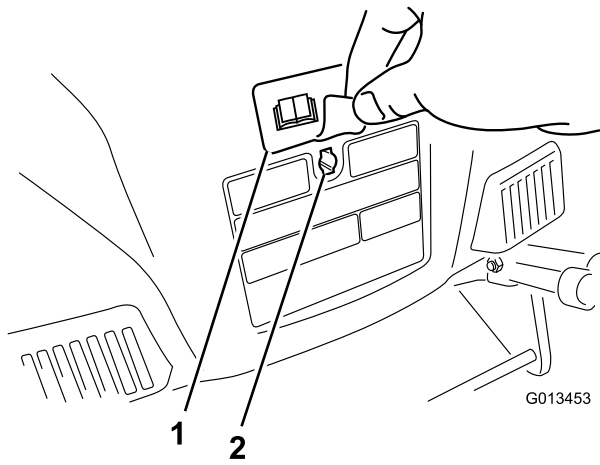

Bild 5
3. Entfernen Sie den Aufkleber, mit dem das gekeilte Loch hinten am Gehäuse abgedeckt ist (**Bild 5**).